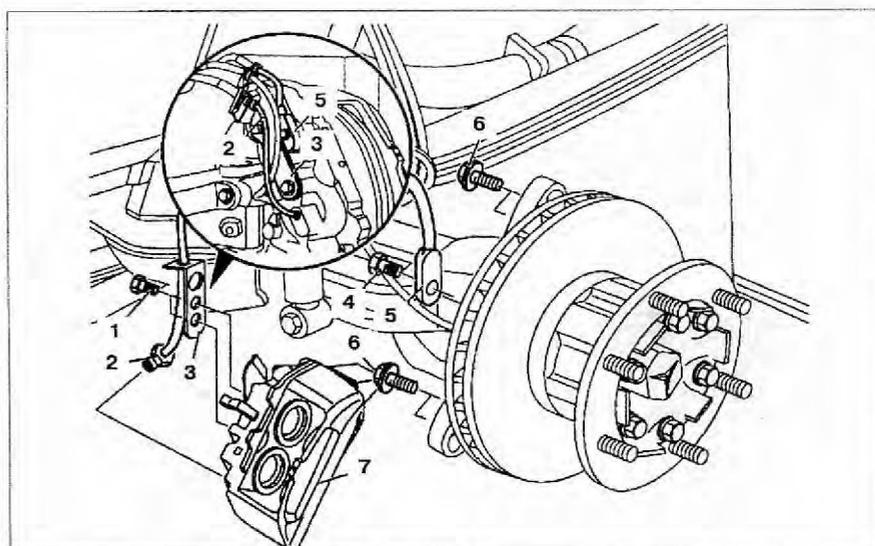

Рис. 7.8. Суппорт переднего тормозного механизма:
2. Отсоедините индикатор износа тормозной колодки **5** (рис. 7.8).